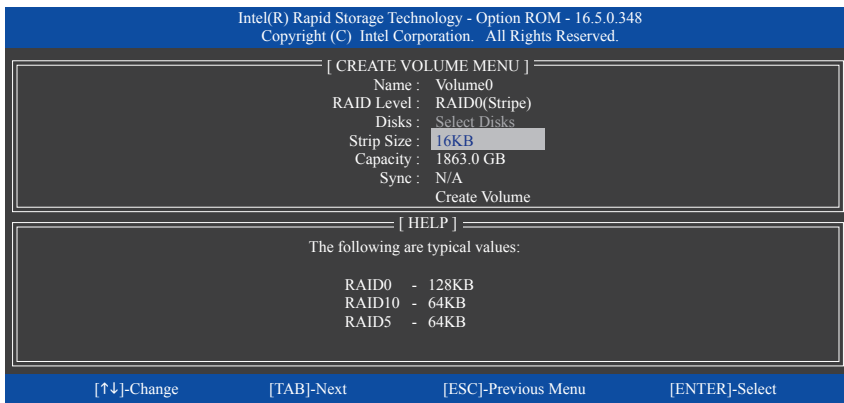

図 16
**Disks** の項目で、RAID アレイに含めるハードドライブを選択します。取り付けたドライブが 2 台のみの場合、ドライブはアレイに自動的に割り当てられます。必要に応じて、ストライブブロックサイズ (図 16) を設定します。ストライブブロックサイズは、4KB から 128KB まで設定できます。ストライブブロックサイズを選択してから、<Enter> を押します。